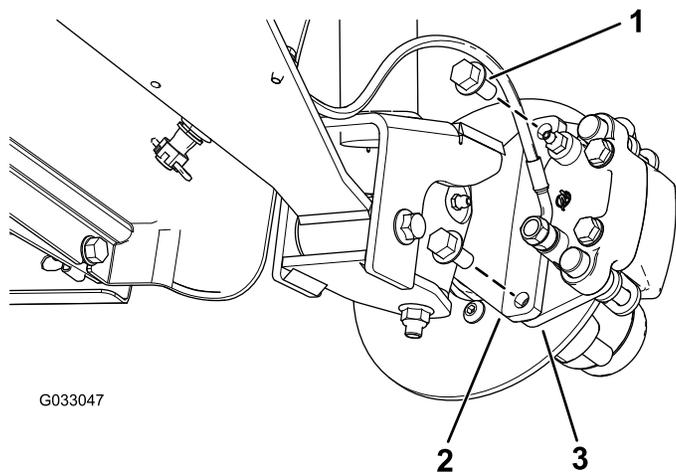
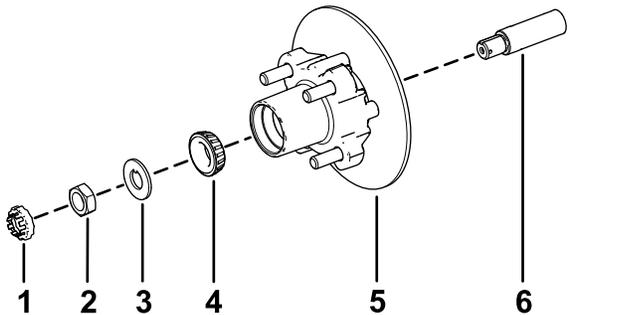

図 29
図 33
3. ブレーキアセンブリ用のブラケットをスピンドルに固定しているフランジヘッドボルト $\frac{3}{8}$ " x $\frac{3}{4}$ "を外してスピンドルからブレーキを取り外す 図 29。
- スピンドルに所定のグリスを薄く塗る 図 33。
2. ハブとロータをスピンドルに取り付ける。ロータを内側にする 図 33。
3. スピンドルに外側ベアリングを取り付けてレースにはめる 図 33。
4. スピンドルにタブワッシャを取り付ける 図 33。
5. スピンドルにスピンドルナットを取り付け、ハブを回してベアリングを着座させながらナットを 15 N·m 1.52 kg·m = 11 ft·lb に締めつける 図 33。
2. ブレーキパッドをロータのそれぞれの側に合わせ 図 29、キャリパブラケットの穴と、スピンドルフレームのブレーキ取り付け部の穴を整列させる 図 33。
3. キャリパブラケットをスピンドルフレームに固定する 図 29 フランジヘッドボルト $\frac{3}{8}$ " x $\frac{3}{4}$ " 2本を使用する。